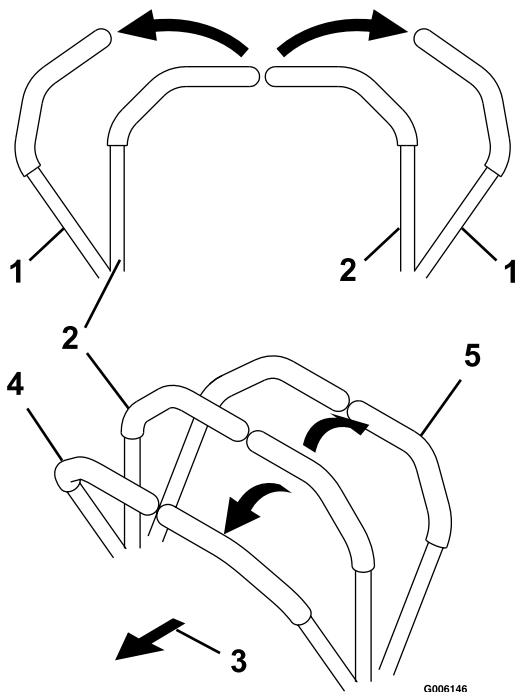

Figure 14
2. Pour vous déplacer en marche avant, poussez doucement les leviers de commande de déplacement vers l'avant (Figure 14).
Pour tourner, tirez le levier de commande dans la direction que vous voulez prendre (Figure 14).
2. Pour vous déplacer en marche arrière, tirez doucement les leviers en arrière (Figure 14).
Pour vous déplacer en ligne droite, appliquez une pression égale sur les deux leviers de déplacement (Figure 14).
Pour tourner, relâchez le levier de commande correspondant à la direction que vous voulez prendre (Figure 14).